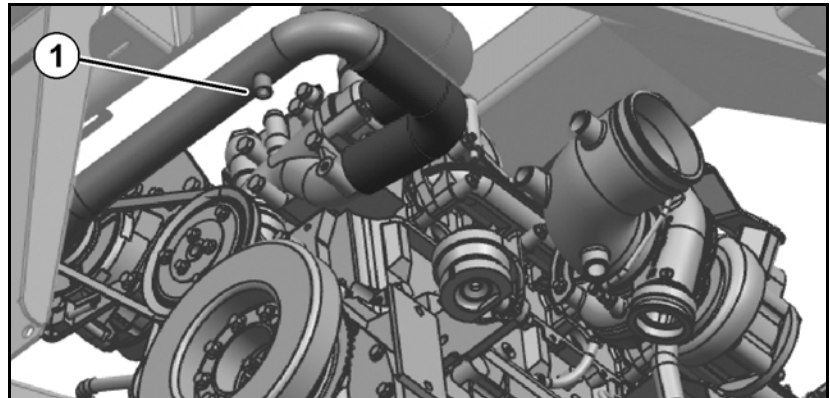

Bild 165
2. Lossa och skruva av smörjoljefilterpatronen (Bild 165/5) med i handeln tillgängligt verktyg.